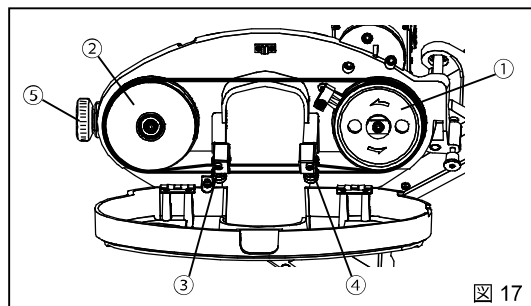

図 17
ノコ刃の取付け (図 17)
- ・ 図 17 の①～④順でノコ刃を取り付けます。